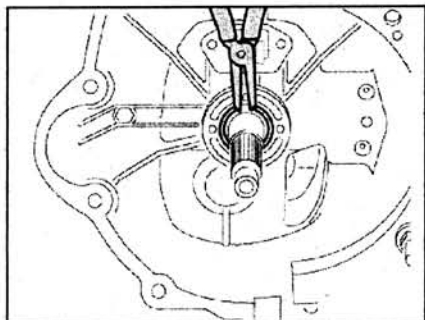

Рис. 4.51. Установите стопорное кольцо на первичный вал.
31. Установите стопорное кольцо на первичный вал (рис. 4.51).